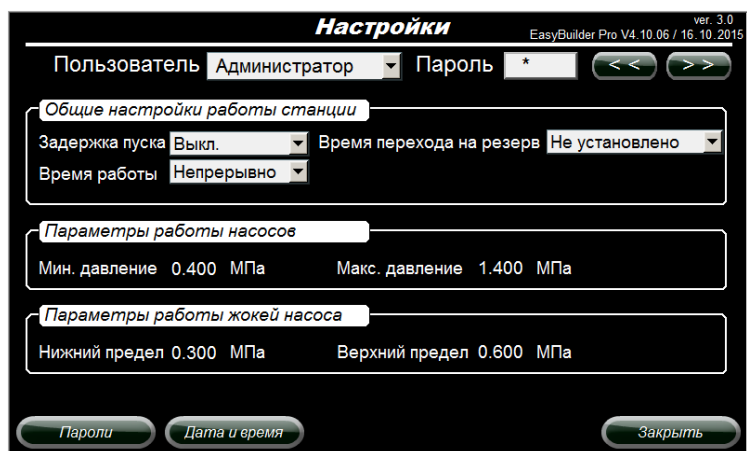

Рисунок 9.11 – Настройки работы станции
9.18 В общих настройках работы станции имеется возможность задать время задержки пуска, время перехода на запуск резервного насоса, время работы станции (рисунок 9.11). Параметры работы насосов отображают установки, заданные на ШУК.